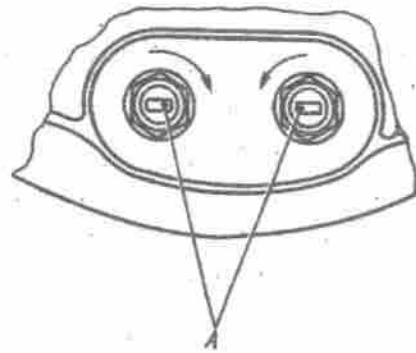

Bild 206. Stellung der Marken auf den Haltebolzen der Hinterradbremsscheibe:
2. Muttern der Haltebolzen ein wenig lockern und Haltebolzen in Anfangsstellung einstellen (die Marken auf den Haltebolzenköpfen sollen, wie in Bild 206 dargestellt, angeordnet sein).
Bei richtiger Einstellung neuer Bremsbacken und nichtabgenutzten Bremstrommeln sollen die Marken auf den Haltebolzenköpfen so angeordnet sein, wie in Bild 206 und 207 dargestellt oder mit geringer Abweichung in eine oder andere Seite.